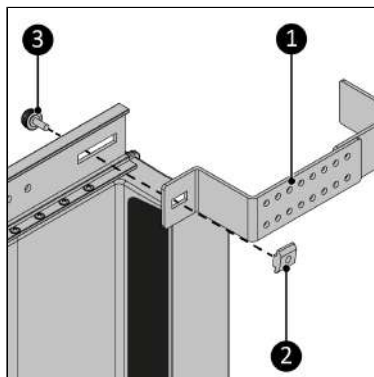

Abbildung 149.
6. Schrauben Sie die Halterung (Abbildung 149, Pos. 1) mit der Knopfschraube (Abbildung 149, Pos. 3) an der Hauptschiene in der vorderen Position fest. Stellen Sie sicher, dass Sie die Knopfschraube mit der Gleitmutter verbinden (Abbildung 149, Pos. 2).